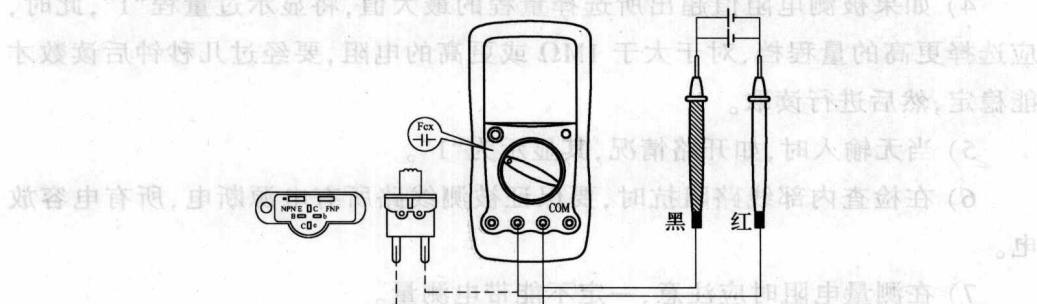

图 1-9 电容测试连接方法
(7) 电容测试: 电容测试的连接方法如图 1-9 所示。
- (8) 晶体管参数测量: 晶体管参数测量的连接方法如图 1-9 所示。